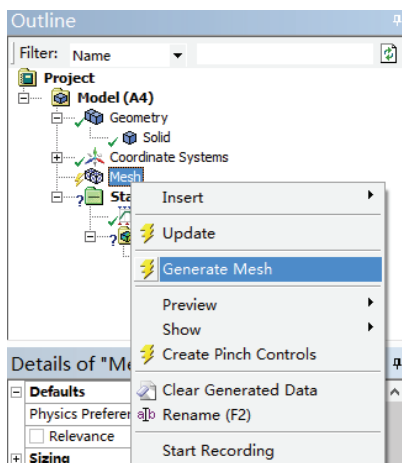
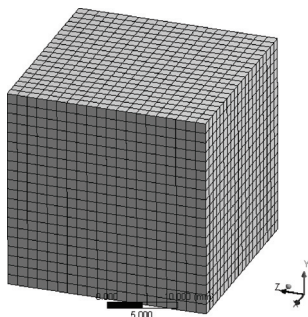

图 7-52 划分网格命令
图 7-53 网格模型
3) 在 Outline 树结构图中的 Mesh 选项单击鼠标右键, 在弹出的快捷菜单中选择 Generate Mesh, 如图 7-52 所示, 最终的网格效果如图 7-53 所示。